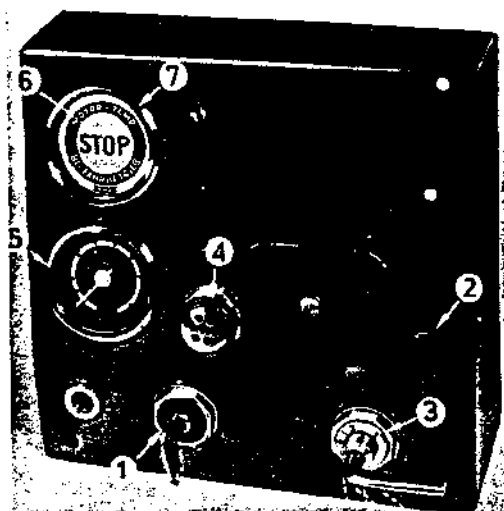

Рис. 8
3. Вставить ключ 1 /рис.8/, при этом должна загореться красная контрольная лампочка зарядки 2.